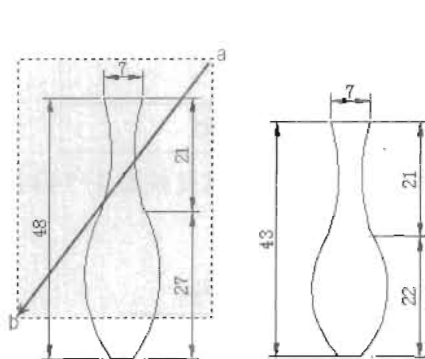

图 4-144
(2) 单击“修改”工具栏中的“拉伸”按钮 ，先将 a 段圆弧缩短 5 个单位,如图 4-144 所示,命令执行过程如下。
以交叉窗口或交叉多边形选择要拉伸的对象... //在图形右上角按住鼠标左键向左下角拖动,如图 4-144 (左) 所示